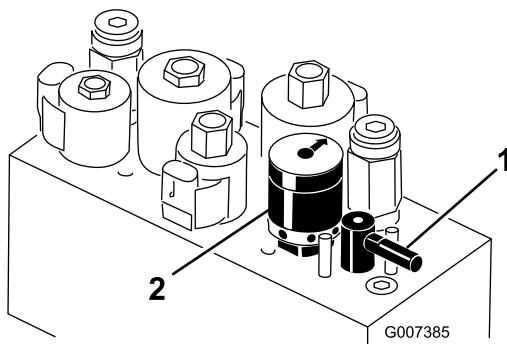

図 58
- バックラップレバーを R 位置にセットする図 58。
- リール速度セレクタを 1 にセットする図 58。